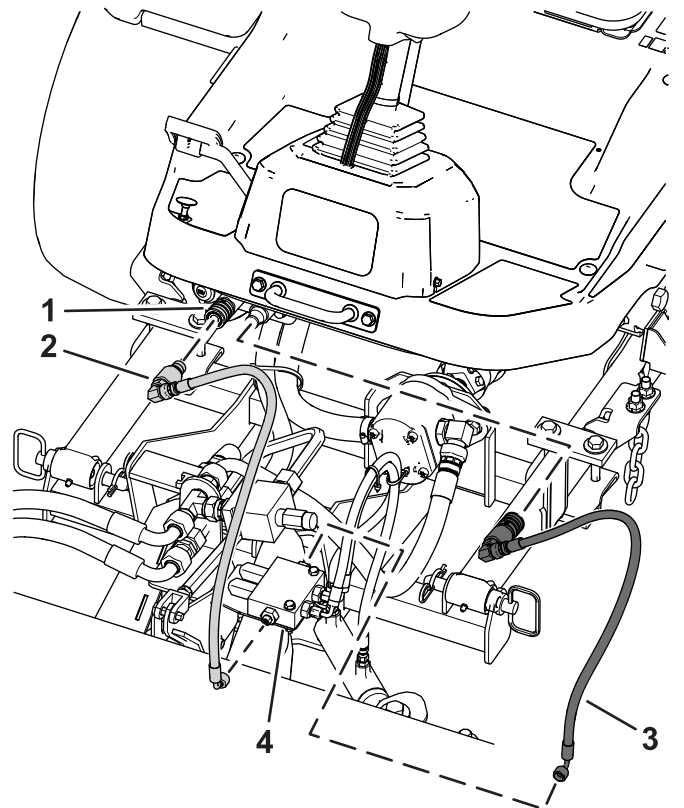
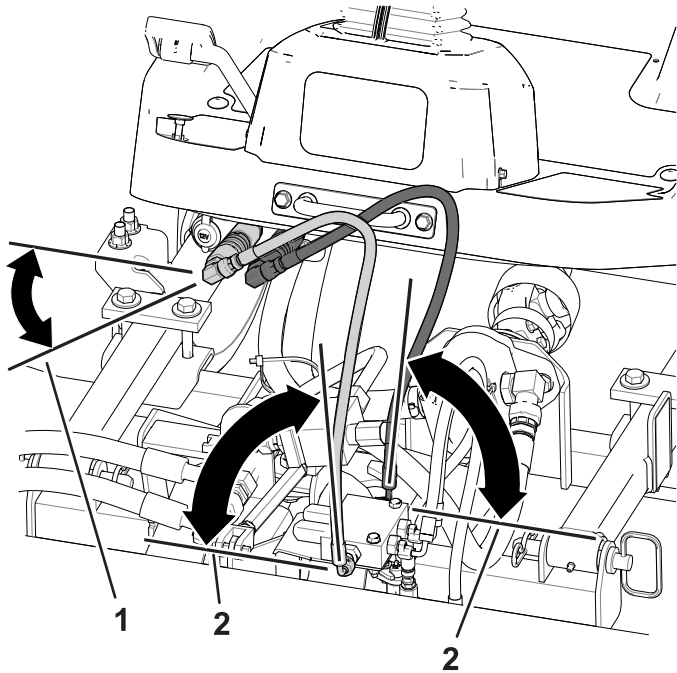

Figure 12
Figure 13
Remarque: Installez les flexibles aux angles indiqués à la Figure 13.
1. Installez le flexible hydraulique muni du raccord mâle à l'avant du collecteur de la brosse (Figure 12). Voir l'angle correct sur la Figure 13.
3. Branchez le flexible hydraulique sur l'orifice hydraulique sous la colonne de direction (Figure 12).
4. Installez le flexible hydraulique muni du raccord femelle à l'arrière du collecteur de la brosse (Figure 12). Voir l'angle correct sur la Figure 13.
6. Branchez le flexible hydraulique sur l'orifice hydraulique sous la colonne de direction (Figure 12).